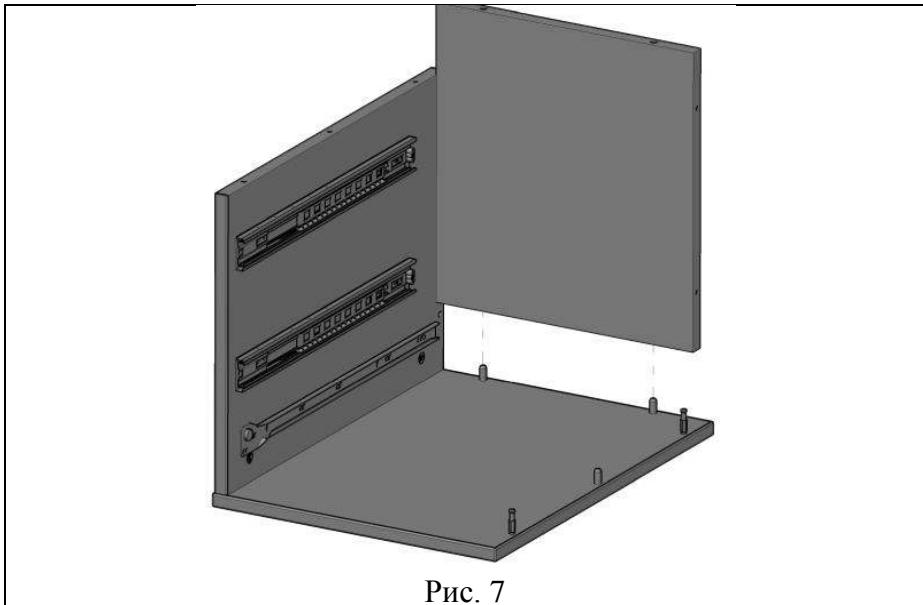

Рис. 7
4.1.7. В сборку по п. 4.1.6. сверху установить стенку заднюю (поз. 6) (см. рис. 7), и соединить стенку боковую правую со стенкой задней при помощи винтов конфирмат KON7,0x50 (поз. 1, пакет №34а). Винты конфирмат KON7,0x50 закрыть заглушками конфирматами (поз. 2, пакет №34а) (см. рис. 7а).
Рис. 7а